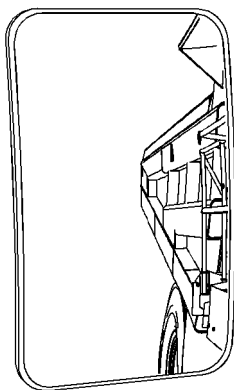

Ilustración 61
- el borde superior izquierdo de la caja volcadora que permite que el camión se ubique para cargar, al mirar el pasador de pivote de la caja volcadora, según se muestra en la ilustración 61